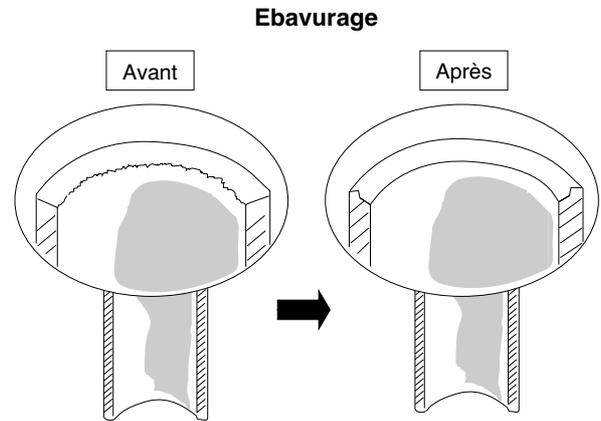

Fig. 7-1
- (1) Découpez le tube cuivre à la longueur voulue à l'aide d'un coupe-tube. Il est préférable de prévoir une longueur excédentaire de 30 à 50 cm par rapport à la longueur de tube estimée.
- (2) Éliminez les bavures à chaque extrémité du tube cuivre à l'aide d'un ébavureur. Cette étape est importante et doit être exécutée soigneusement pour obtenir un bon évasement. Veillez à empêcher la pénétration de tout contaminant (humidité, saletés, résidus métalliques, etc.) à l'intérieur du tube. (Fig. 7-1 et 7-2)